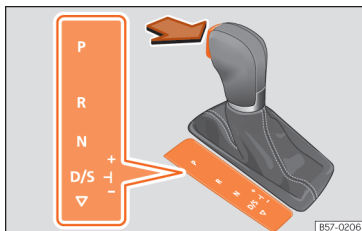

Abb. 244 Wählhebelsperre.
- Treten Sie das Bremspedal und halten Sie gleichzeitig die Sperrtaste in Pfeilrichtung gedrückt » **Abb. 244**.